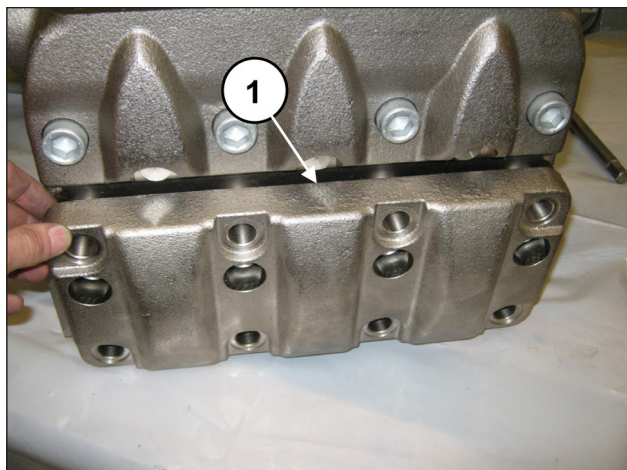
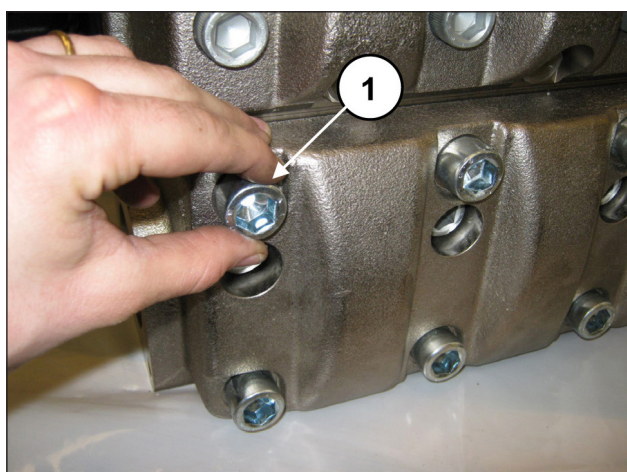

图 154
图 155
吸入阀组安装完毕后，盖上吸入阀的盖子(位置①, 图 154) · 并拧紧8颗M18x65螺丝(位置①, 图 155)。